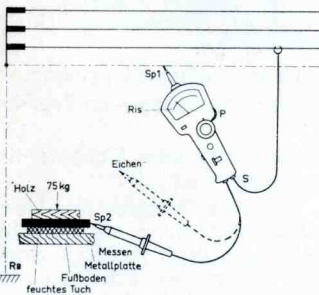

Abb. 4a: Messung des Fußbodenwiderstandes.
7. Messung des Isolationswiderstandes von Fußböden (Abb. 4a)